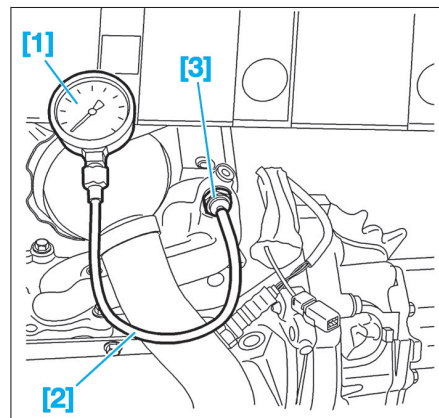

Fig. 39
- [1]. Manomètre de contrôle de pression d'huile (ref : 1503-AZ) (Fig.39)
- [2]. Raccord d'huile (ref : 1503-B) (Fig.39)
- [3]. Adaptateur (ref : 1503-E) (Fig.39)
- Pour le contrôle de la pression d'huile, brancher un manomètre [1], muni d'un raccord [2] et d'un adaptateur [3], en lieu et place du manocontact (Fig.39).